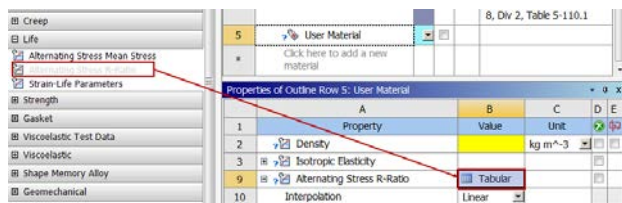

图 6-26 添加疲劳材料特性
- 步骤 06** 为材料添加疲劳属性：选中“**User Material**”材料，双击窗口左侧材料属性工具箱（Toolbox）中 **Life**（寿命特性）下的 **Alternating Stress R-Ratio**，此时会将材料特性添加到 Properties of Outline Row 5: User Material 下，如图 6-26 所示。